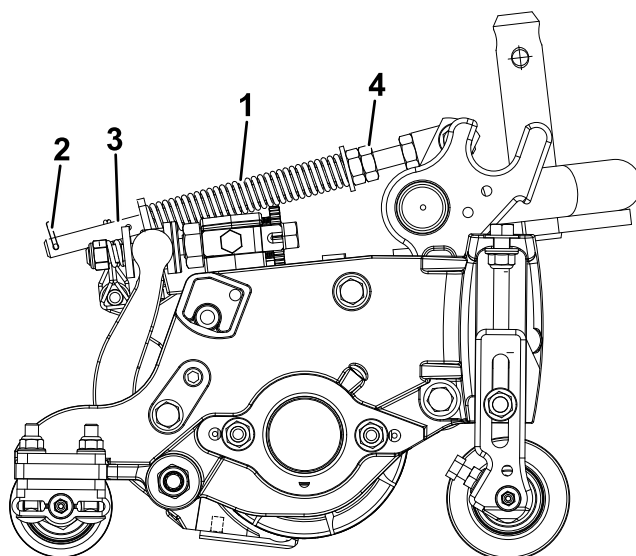

Figura 12
A mola de compensação de relva (Figura 12) transfere peso do cilindro dianteiro para o cilindro traseiro. Isto ajuda a reduzir o efeito ondulado na relva, também conhecido como ondulação ou "bobbing".
1. Certifique-se de que o contrapino do gancho está instalado no orifício traseiro na haste da mola (Figura 12).
2. Aperte as porcas sextavadas na extremidade dianteira da haste da mola até que o comprimento da mola em compressão seja de 12,7 cm (Figura 12).